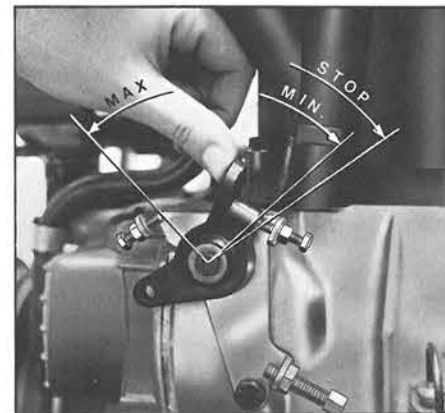
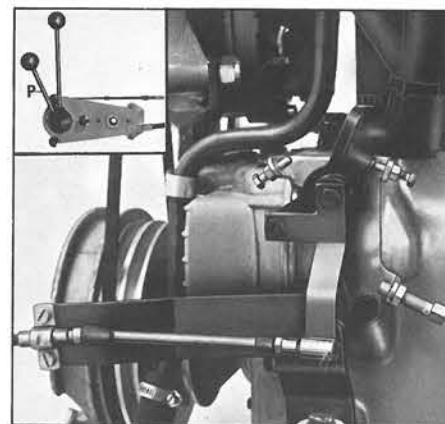

Fig. 21
Fig. 22
- 13.4 Arrestare il motore premendo la leva acceleratore (fig. 21) o il telecomando (fig. 22), a fondo corsa.
- 13.4 Cut-off engine by pressing gas lever (fig. 21) until limit's end, or same way with remote control (fig. 22).